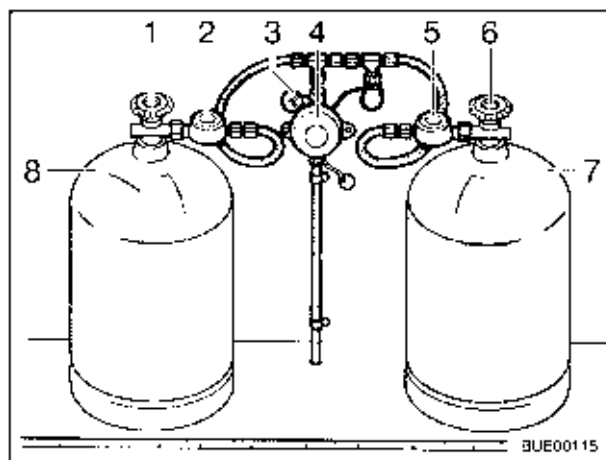

Fig. 59 Impianto di commutazione Triomatic
- Valvola principale (Fig. 59,1) bombola in uso
- Regolatore di pressione del gas (Fig. 59,2) bombola in uso
- Indicatore di funzionamento (Fig. 59,3)
- Regolatore dell'impianto (Fig. 59,4)
- Regolatore di pressione del gas (Fig. 59,5) bombola di riserva
- Valvola principale (Fig. 59,6) bombola di riserva
- Bombola in uso (Fig. 59,8)
- Bombola di riserva (Fig. 59,7)
L'impianto di commutazione Triomatic fa passare automaticamente l'alimentazione di gas dalla bombola in uso (Fig. 59,8) alla bombola di riserva (Fig. 59,7) quando la bombola in uso è vuota o non è più pronta per il funzionamento. Così il riscaldamento può rimanere in funzione.
L'impianto di commutazione Triomatic è costituito da due regolatori di pressione del gas (Fig. 59,2 e 5) e da un regolatore dell'impianto (Fig. 59,4). Il regolatore di pressione del gas della bombola in uso (Fig. 59,2) è contrassegnato da una targhetta del modello verde, il regolatore di pressione del gas della bombola di riserva (Fig. 59,5) da una targhetta del modello rossa. Con l'indicatore di funzionamento (Fig. 59,3) sul regolatore dell'impianto si può controllare la tenuta dell'impianto del gas. I regolatori di pressione del gas sono dotati di unità di allacciamento e permettono il collegamento alle bombole del gas di tutte le dimensioni (da 3 kg a 33 kg).
- Aprire la valvola principale (Fig. 59,6) della bombola di riserva (Fig. 59,7).
- Aprire la valvola principale (Fig. 59,1) della bombola in uso (Fig. 59,8).
Ora entrambi i regolatori di pressione del gas sono disaerati. Il regolatore dell'impianto (Fig. 59,4) fornisce alle utenze la pressione necessaria, indipendentemente dal fatto che l'alimentazione del gas provenga dalla bombola in uso o dalla bombola di riserva. La bombola di gas che ha rilevato l'alimentazione viene identificata dal campo verde o rosso sull'indicatore di funzionamento (Fig. 59,3).
- ▷ In caso di funzionamento con una sola bombola del gas, si deve allacciare il regolatore di pressione del gas della bombola in uso (Fig. 59,2).
Se l'indicatore di funzionamento (Fig. 59,3) segna rosso, la bombola in uso (Fig. 59,8) deve essere cambiata.
- Chiudere la valvola principale (Fig. 59,1) della bombola in uso (Fig. 59,8).
- ▷ Tutte le utenze possono essere alimentate e fatte funzionare dalla bombola di riserva (Fig. 59,7) (targhetta del modello rossa).
- Collegare la bombola del gas piena al regolatore di pressione del gas della bombola in uso (Fig. 59,2).
- Aprire la valvola principale (Fig. 59,1) della bombola in uso. La bombola in uso ricomincia automaticamente a fornire gas.
- ▷ Ogni tanto utilizzare la bombola di riserva (Fig. 59,7) al posto della bombola in uso per controllare che la bombola di riserva sia riempita a sufficienza.
- Luce spia verde: Bombola in uso (Fig. 59,8)
- Luce spia rossa: Bombola di riserva (Fig. 59,7)